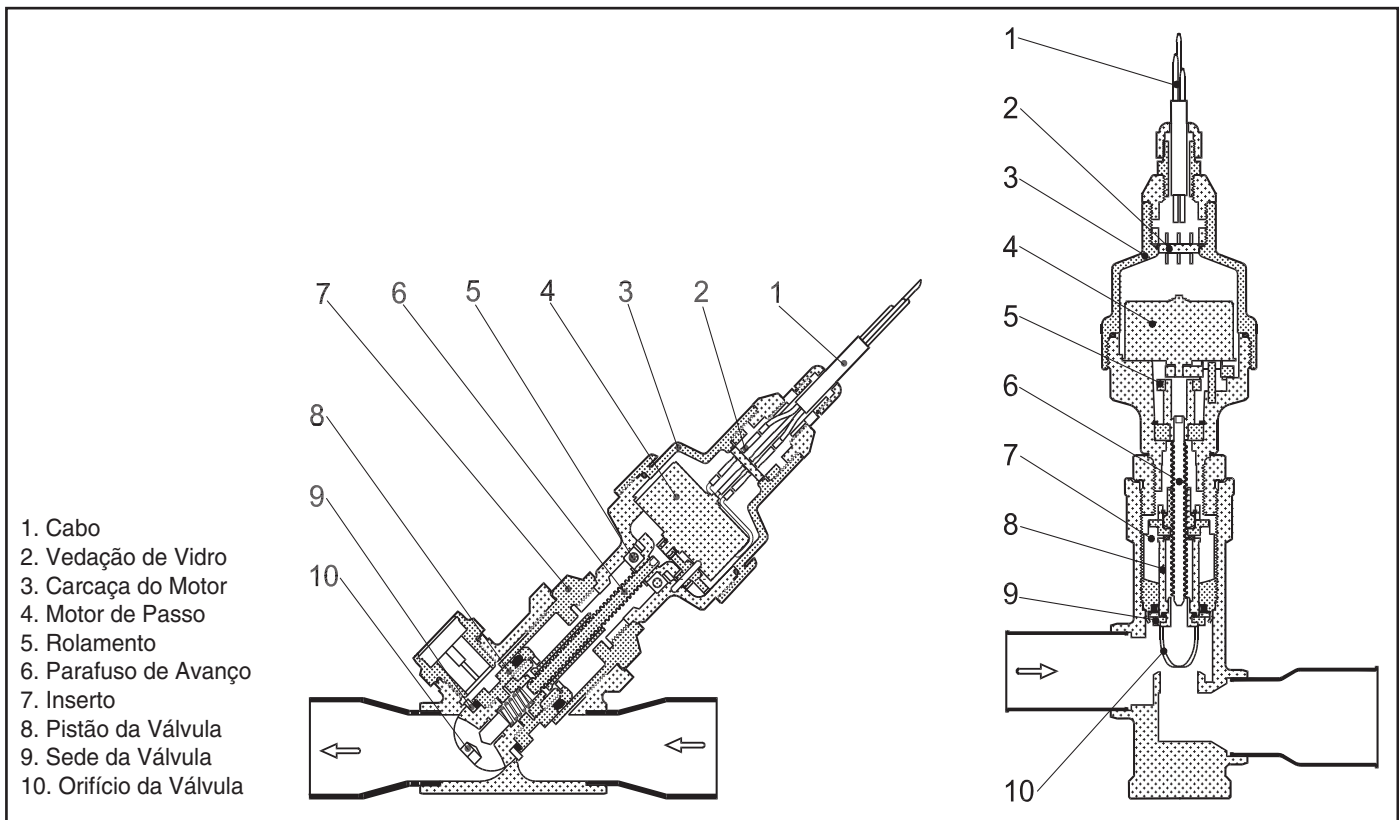

Figura 25 - Vista em corte da Válvula de Expansão Eletrônica
Veja a Figura 25 para uma vista em corte da EXV. O refrigerante líquido à alta pressão entra na válvula através da parte superior. À medida que o refrigerante atravessa o orifício, a pressão cai e o refrigerante muda para uma condição de duas fases (líquido e vapor). A válvula de expansão eletrônica funciona por meio da ativação eletronicamente controlada de um motor de passo. O motor de passo permanecerá na posição, a menos que pulsos de potência acionem os dois conjuntos discretos dos enrolamentos do estator do motor para rotação em ambas as direções. A direção depende da relação de fase dos pulsos de energia.
4. Inicie a etapa de teste da EXV adequada sob o (QUIC) modo de teste de serviço. Localize o item desejado Circuit A EXV Position, EXV.A, Circuit B EXV Position, EXV.B, ou Circuit C EXV Position, EXV. C. Mude a posição para 100%. Observe a operação do parafuso de avanço. Veja a Figura 25. O motor deve estar girando, elevando o acionador para mais próximo do motor. O movimento do atuador do motor deve ser suave e uniforme da posição totalmente fechada para a posição totalmente aberta. Selecione 0% e verifique a operação aberta para fechada. Se a válvula estiver corretamente conectada ao processador e estiver recebendo sinais corretos, ainda que não funcione como descrito acima, a parte vedada do motor da válvula deverá ser substituída.